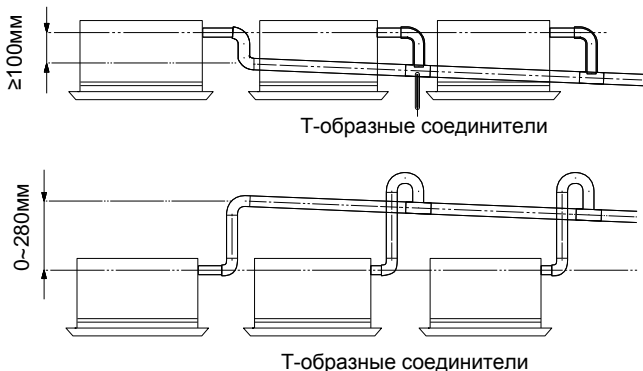

Рис. 4.21
- (3) При объединении нескольких дренажных линий от кондиционеров в общую магистраль соединения следует выполнять как показано на рис. 4.21.